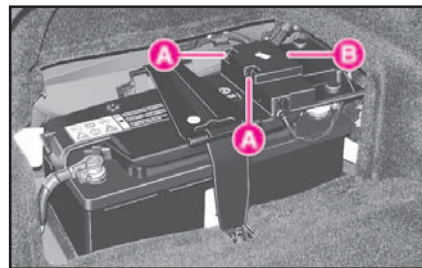

fig. 131
- 3) Premere sulle alette **A** (fig. 131) e rimuovere il coperchio **B**.